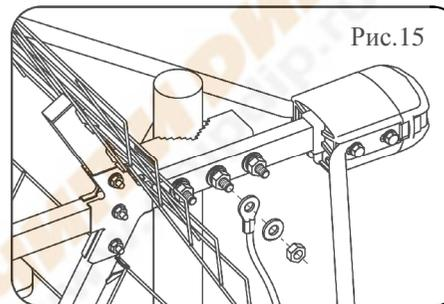

Рис.15
5.17.Установить антенну на мачте и присоединить провод заземления к винту заземления на узле крепления антенны (Рис.15).